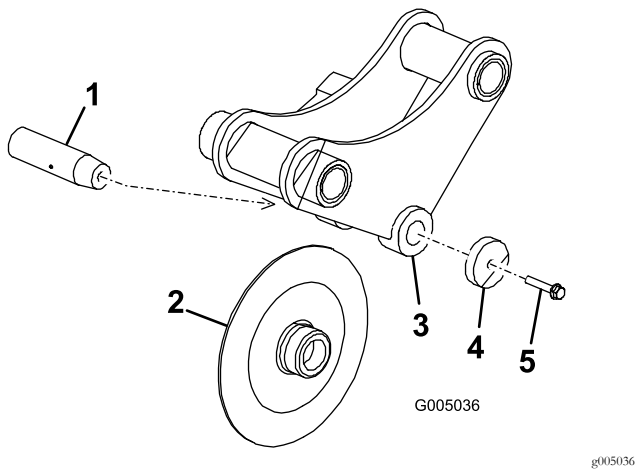

Bild 15
1. Schrauben Sie die Schraube des Bügelstifts ungefähr 1,3 cm heraus und schlagen Sie dann mehrmals mit dem Hammer darauf, um den Stift zu lösen (Bild 15).
- Nehmen Sie Schraube des Bügelstifts, die Scheibe, den Bügel und den Bügelstift ganz ab (Bild 15).
- Setzen Sie den neuen Bügel in die Bügelhalterung (Bild 15).
- Schieben Sie den Bügelstift durch die Halterung und den Bügel und befestigen Sie ihn mit der Schraube des Bügelstifts und der Scheibe (Bild 15).